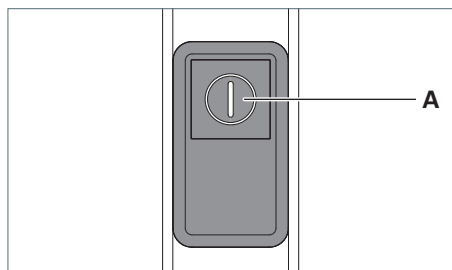

Fig. 33: Elemento di comando.
- Premere il tasto **A** sette volte in rapida successione, vedere Fig. 33.
- Premere il tasto **A**, vedere Fig. 33.
- Premere il tasto **A** e mantenerlo premuto, vedere Fig. 33.